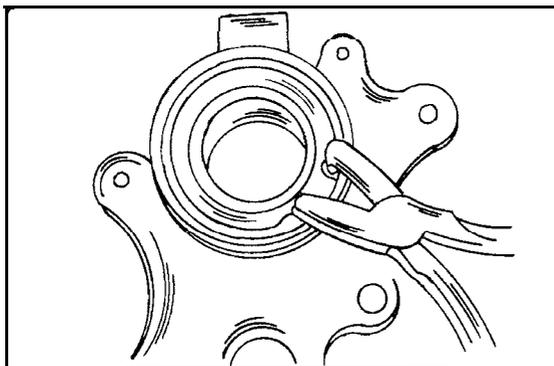

Bild 273
● Sprengung aus der Aussenseite des Lagergehäuses entfernen. Dazu benutzt man eine normale Seegerringzange (siehe Bild 273).
- Den Radlagersprengring in der in Bild 273 gezeigten Weise in das Radlagergehäuse einfedern. Der Ring muss ringsherum einwandfrei in der Rille sitzen.